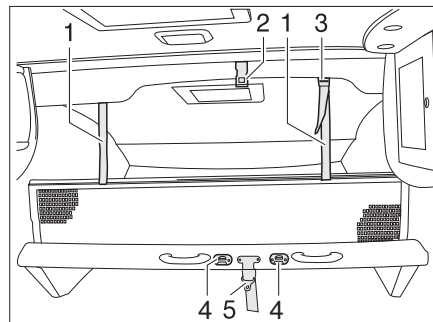

Fig. 91 Cama elevada manual
- Soltar el cinturón de retención (Fig. 91,5) del techo (Fig. 91,2).
- Asegurar la cama elevada con el cinturón de retención (Fig. 91,5) al techo (Fig. 91,2).
- Enganchar la escalera de ascenso a las grapas (Fig. 91,4) de la cama elevada con los dos ganchos.
- Engatillar las cintas de sujeción (Fig. 91,1) en los soportes (Fig. 91,3) en el techo.